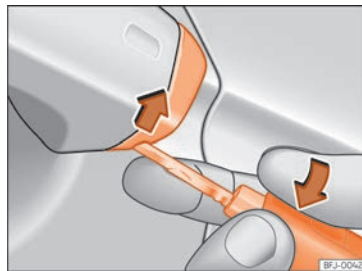

Fig. 95 Manecilla de la puerta del conductor: desprender la tapa haciendo palanca.
- Introduzca el espadín en la abertura inferior de la tapa de la manecilla de la puerta del conductor **»»»** **fig. 95** y eleve la tapa de abajo hacia arriba.